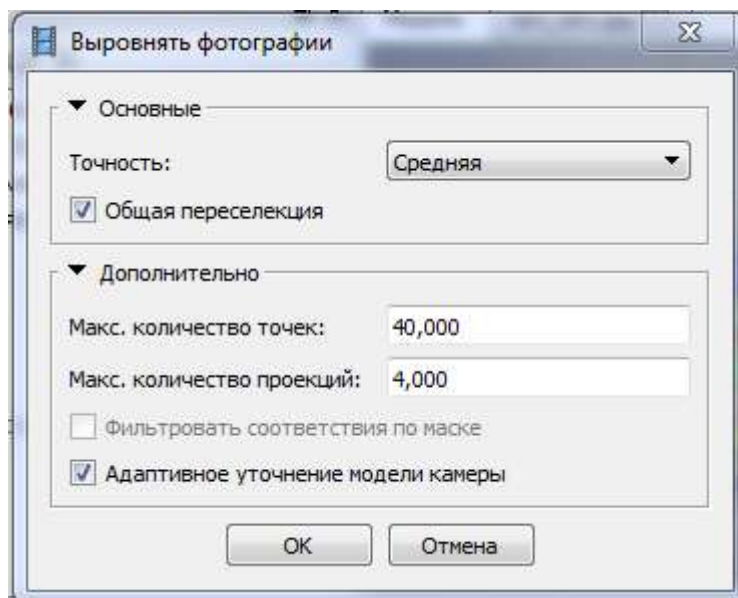

Рис. 15. Установка параметров для этапа выравнивания камер
2. После загрузки изображений задается команда *Обработка – Выровнять фотографии*, при этом основное внимание уделяют параметру точности, указывая, например, *Средняя*. (рис. 15)